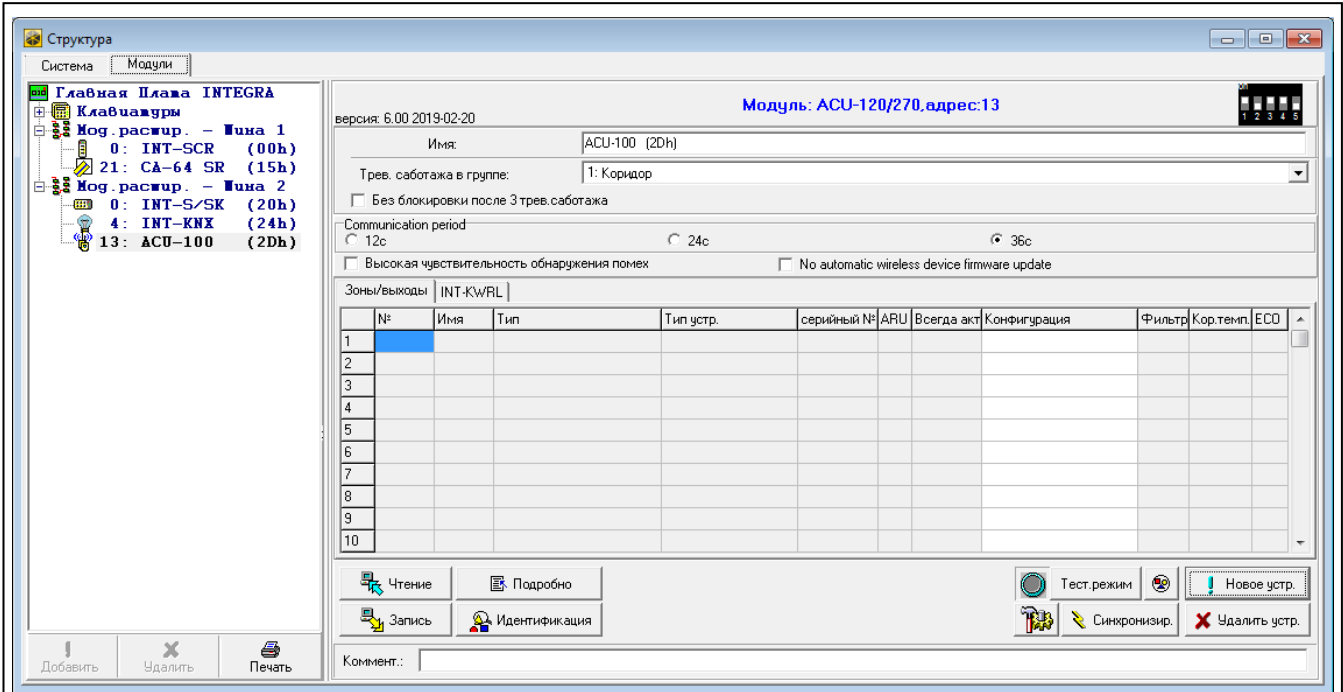

Рис. 20. Программа DLOADX: параметры и опции контроллера, подключенного к прибору INTEGRA / IINTEGRA Plus.
- программа DLOADX: окно "Структура" →закладка "Модули" →ветка "Модули расширения" →*[название контроллера]* (рис. 20).